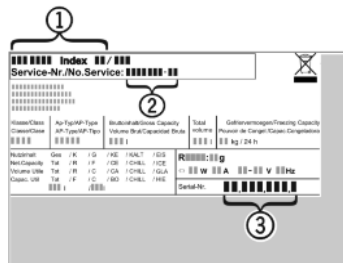

Fig. 13
- ▶ Apparaataanduiding Fig. 13 (1), servicenr. Fig. 13 (2) en serienr. Fig. 13 (3) van het typeplaatje aflezen. Het typeplaatje bevindt zich aan de linkerkant binnen in het apparaat.
- ▶ Contact opnemen met de Technische Dienst en het probleem, apparaataanduiding Fig. 13 (1), servicenr. Fig. 13 (2) en serienr. Fig. 13 (3) mededelen.